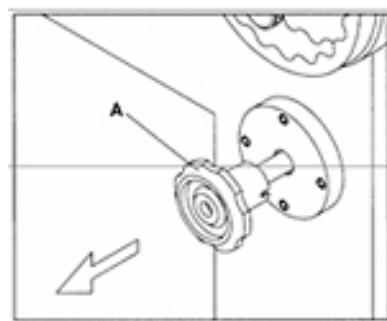

Рис. 3.11
2. Для включения стопора вращения шпинделя, поверните ручку (A) Рис. 3.11 против часовой стрелки и нажмите её, зафиксировав положение, как показано на Рис. 3.11.
1. Для установки шпиндель в положение "свободный шпиндель" (когда шпиндель будет свободно вращаться), поверните ручку (A) Рис. 3.11 и задвиньте её для разблокировки положения.
2. Для включения стопора вращения шпинделя, вытащите ручку (A) и вручную поворачивайте шпиндель, пока он не заблокируется, затем поверните ручку. Ручка зафиксирует "стопор вращения шпинделя".